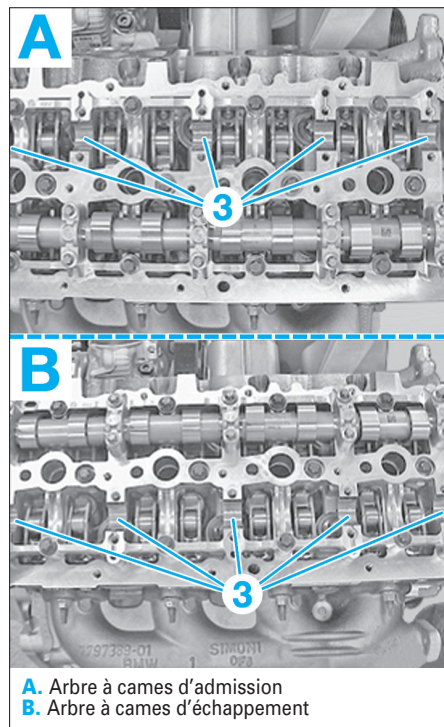

Fig. 88
- Huiler tous les logements de paliers (3) (Fig.88).